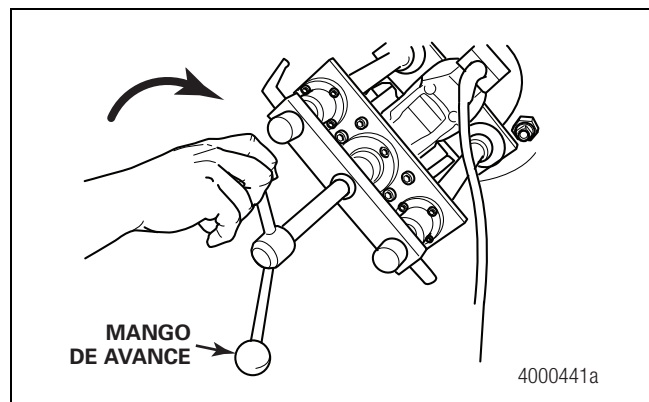
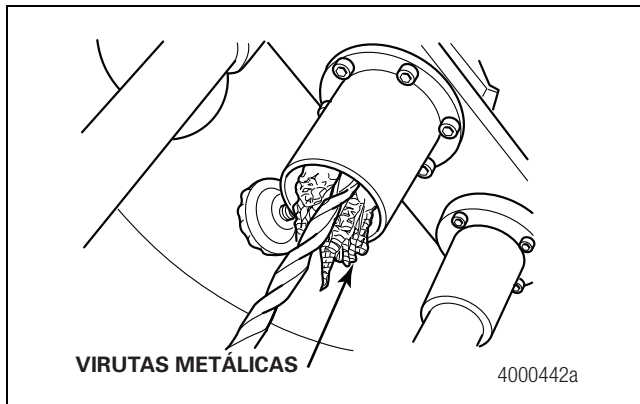

Figura 2.34
Figura 2.35
9. Gire el mango de avance hacia la DERECHA hasta que la broca toque fondo en la espiga. Después, retroceda el mango una vuelta completa. Figura 2.34.
10. Encienda el motor y taladre la espiga mientras gira lentamente el mango de avance hacia la DERECHA, con un movimiento de alimentación fijo y uniforme. Saque periódicamente la guía de broca para retirar las virutas metálicas. No se requiere lubricación durante el taladrado. Compruebe que los carriles de guía están limpios para asegurarse de que el taladro se moverá uniformemente. Figura 2.34 y Figura 2.35.